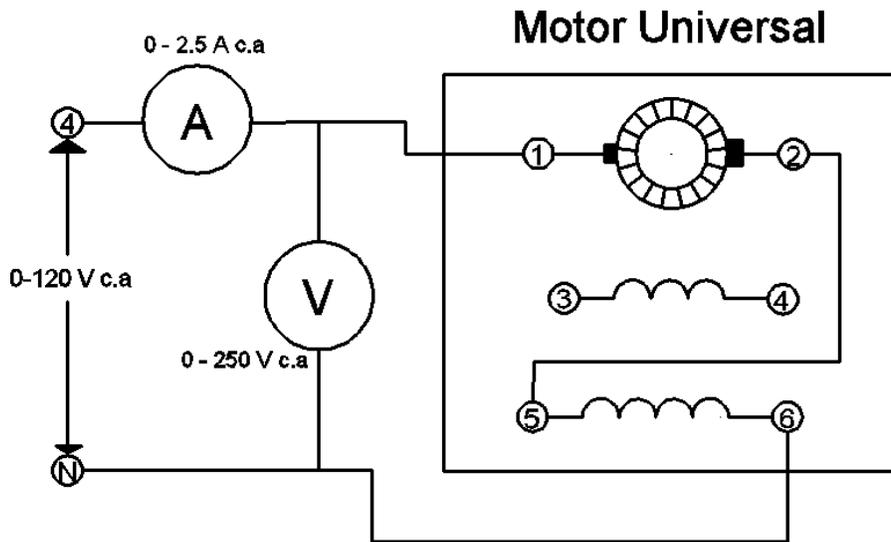

FIGURA 2
5.- Arme el circuito que se muestra en la figura 2.